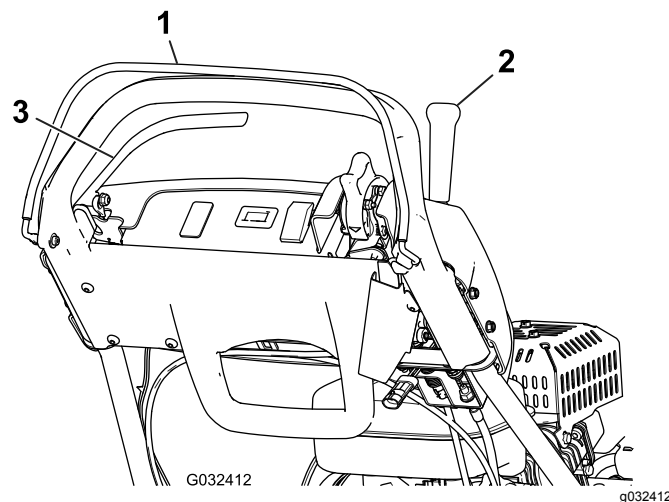

Figure 31
- Relâchez la commande OPC et essayez d'engager le levier de commande de déplacement (Figure 31). Le levier de commande de déplacement ne doit pas s'engager. Si le levier de commande de déplacement s'engage, le système de sécurité doit être révisé. Remédiez au problème avant d'utiliser la machine ; voir Entretien du contacteur de sécurité de déplacement \(page 33\).
- Appuyez sur la commande OPC et engagez le levier de commande de déplacement, puis relâchez la commande OPC (Figure 31). Le levier de commande de déplacement doit s'engager. Si le levier de commande de déplacement ne s'engage pas, le système de sécurité doit être révisé. Remédiez au problème avant d'utiliser la machine ; voir Entretien du contacteur de sécurité de déplacement \(page 33\).
- Après avoir appuyé sur la commande OPC et déplacé le levier de changement vers la gauche, engagez le levier de commande de déplacement et du cylindre, puis relâchez la commande OPC (Figure 31). Le levier de commande de déplacement doit s'engager. Si le levier de commande de déplacement ne s'engage pas, le système de sécurité doit être révisé. Corrigez le problème avant d'utiliser la machine.; voir Entretien du contacteur de sécurité de déplacement \(page 33\) ou Réglage de la commande du cylindre \(page 36\).
- Après avoir appuyé sur la commande OPC et déplacé le levier de changement vers la gauche pour engager la commande de déplacement et du cylindre, déplacez le levier de changement vers la droite pour désengager la commande du cylindre (Figure 31). La commande du cylindre doit se désengager. Si l'entraînement du cylindre ne se désengage pas, le système de sécurité doit être révisé. Corrigez le problème avant d'utiliser la machine.; voir Réglage de la commande du cylindre \(page 36\).
2. Appuyez sur la commande OPC, engagez le levier de commande de déplacement et amenez les commandes du moteur en position de démarrage (Figure 31). Essayez de mettre le moteur en marche. Le moteur ne doit pas démarrer. Si le moteur démarre, le contacteur de sécurité est défectueux. Remédiez au problème avant d'utiliser la machine. Voir Entretien du contacteur de sécurité de déplacement \(page 33\).
2. Appuyez sur le levier de commande de déplacement, serrez le frein de service et amenez les commandes du moteur en position de démarrage (Figure 31), puis essayez de démarrer le moteur. Le moteur doit démarrer. Si le moteur ne démarre pas, le contacteur de sécurité doit être révisé. Remédiez au problème avant d'utiliser la machine ; voir Entretien du contacteur de sécurité de frein \(page 33\).
3. Moteur en marche, serrez le frein de service (pas le frein de stationnement), appuyez sur la commande OPC et engagez le levier de commande de déplacement (Figure 31). Le moteur doit alors peiner pour faire avancer la machine mais ne doit pas s'arrêter. Si le moteur s'arrête immédiatement, le contacteur de sécurité est défectueux. Remédiez au problème avant d'utiliser la machine ; voir Entretien du contacteur de sécurité de frein \(page 33\).
4. Moteur en marche, serrez le frein de stationnement, appuyez sur la commande OPC et engagez le levier de commande de déplacement (Figure 31). Le moteur doit s'arrêter. Si le moteur ne s'arrête pas, le contacteur de sécurité est défectueux. Remédiez au problème avant d'utiliser la machine ; voir Entretien du contacteur de sécurité de frein \(page 33\).